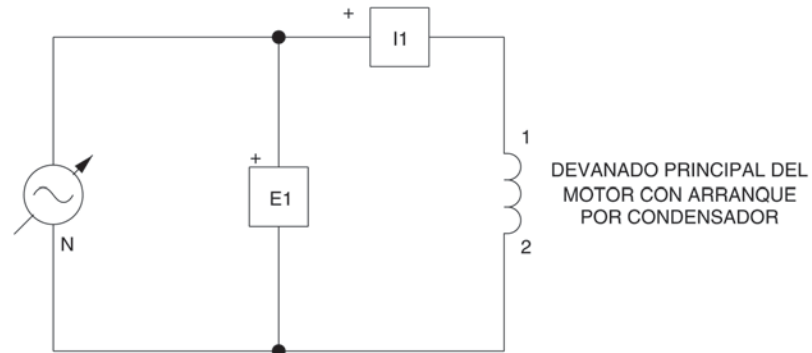

Figura 4-28. Circuito del motor con arranque por condensador.
- 15. Quite todos los conductores, con excepción del cable de alimentación 24 V CA. Luego monte el circuito del motor con arranque por condensador de la Figura 4-28.